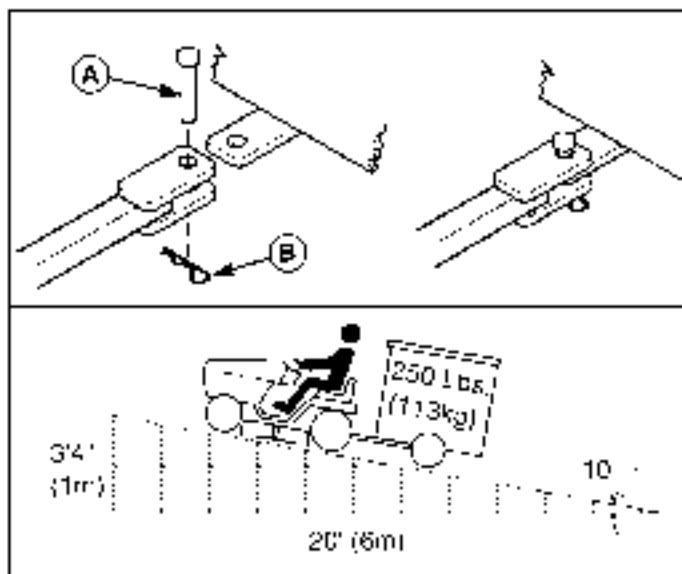

Figura 7. Pesos del remolque recomendados
La fuerza horizontal máxima que soporta la barra de enganche es de 280 Newton. La fuerza vertical máxima que soporta la barra de enganche es de 160 Newton. Esto corresponde a un remolque de 113 kg (250 lb) en una cuesta de 10 grados. Sujete el remojo que con un pasador de horquilla (A, Figura 7) y una pinza (B) del tamaño adecuado.